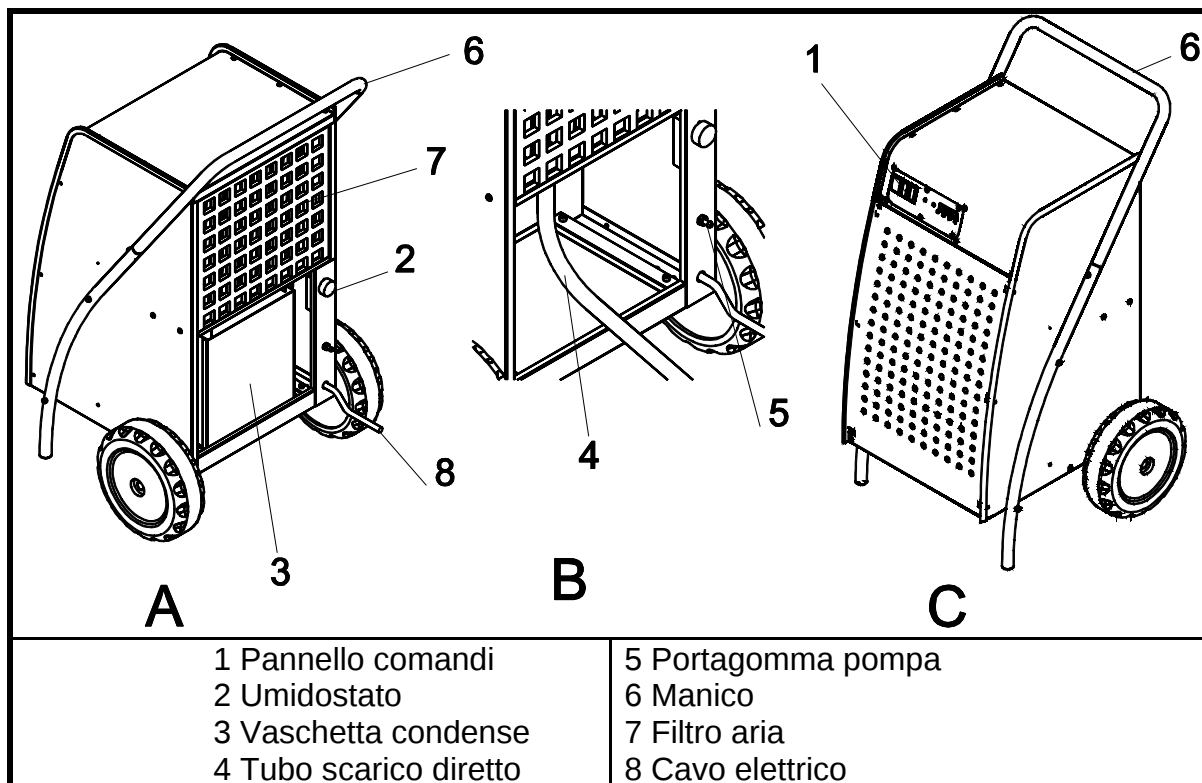

Fig. 3 Viste
fredda viene poi fatta passare attraverso il condensatore 3 dove si riscalda grazie al calore proveniente dal processo di condensa del gas frigorifero e all'energia dissipata dal compressore 1 e, in minor misura, dal ventilatore 4. L'aria quindi fuoriesce dal deumidificatore ad una temperatura maggiore di quella alla quale è entrata. La temperatura aumenta di circa 5°C. L'aria, riciclando continuamente nell'apparecchio riduce la sua l'umidità garantendo una deumidificazione rapida e graduale. Nei paragrafi successivi vedremo in dettaglio il ruolo di tutti i componenti richiamati nella figura 2. La fig. 3 mostra l'aspetto esteriore della macchina con la posizione dei principali elementi.
Con riferimento alla fig. 3, la macchina viene fornita con imballo in cartone sovrapposto ad un pallet in legno per facilitarne il trasporto e la movimentazione. All'interno è riposto il manico 6 con le sue viti di fissaggio e il presente manuale.
Con riferimento alla fig.3, prima di procedere all'installazione e alla messa in servizio dell'apparecchio si raccomanda di seguire i seguenti suggerimenti e avvertimenti:
- in caso di scarico diretto mediante il tubo 4 (fig.3) accertarsi che il dislivello fra il punto di collegamento alla macchina e il punto di scarico sia sufficiente a garantire lo scarico delle condense per gravità; in caso contrario può avvenire l'allagamento della macchina; per la serie EFT PLUS il problema non si pone se si seleziona il funzionamento con pompa in dotazione collegando un tubo al portagomma 5 (fig.3).